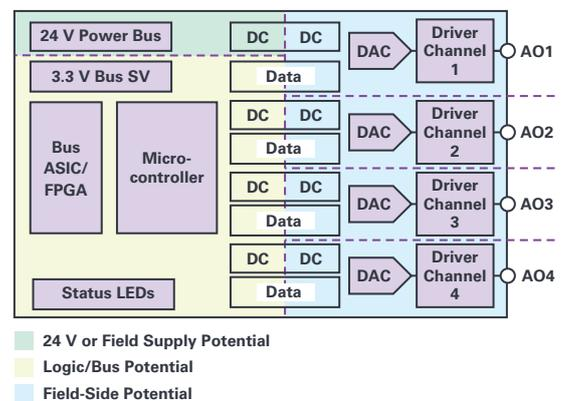

図1. 絶縁アナログ出力システムのブロック図
今日の代表的なプログラマブル・ロジック・コントローラ (PLC) には、工業プロセスや生産工程のモニタリングと制御向けに数多くのアナログおよびデジタル入出力があります。モジュール化が広がりを見せる中で、入力と出力 (I/O) に関してはアナログI/OとデジタルI/Oの基本的な機能がカバーされています。このうちアナログ出力については、図1に示すように、様々に異なる負荷条件下で設定値を能動的に、しかも高精度で駆動する必要がありますので、特に困難が伴います。ここではアクティブ・ドライバ段が重要で、損失をできるだけ小さく抑える必要があります。
- ▶ 絶縁型ドライバ電源：安全上の理由から、PLC バスは常に I/O モジュールから電気的に絶縁されます。図 1 はこの絶縁をカラー・コーディングによって示したもので、それぞれの色はロジック（バス）側、電圧源、およびフィールド側出力の 3 つの異なる電位を示しています。